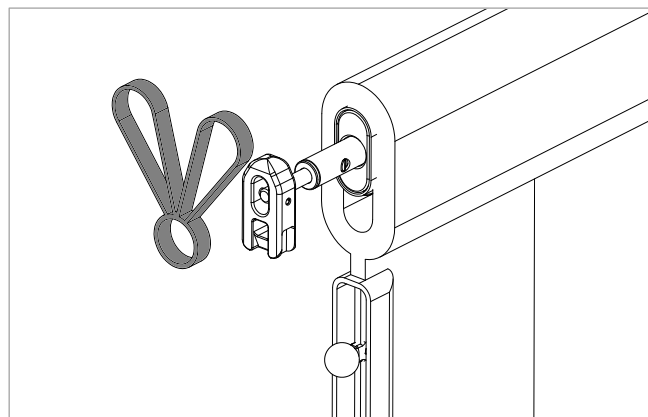
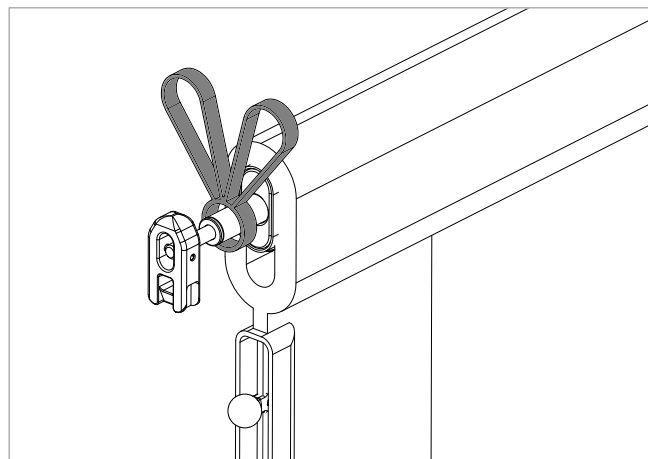
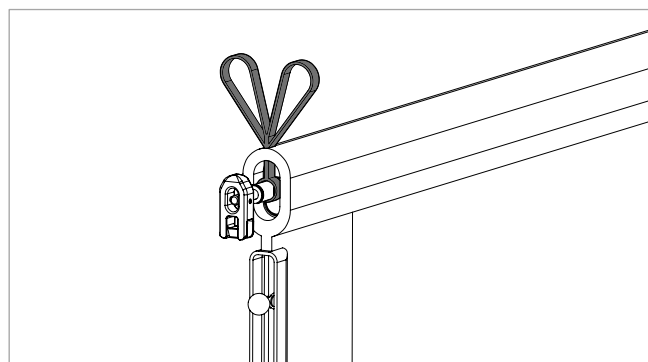

Figure 6.11
Figure 6.12
Figure 6.13
14. Installez les poignées de levage aux deux extrémités de la barre supérieure. Faites passer les sangles dans les fentes en haut de la housse en tissu (voir Figure 6.11, Figure 6.12 et Figure 6.13).